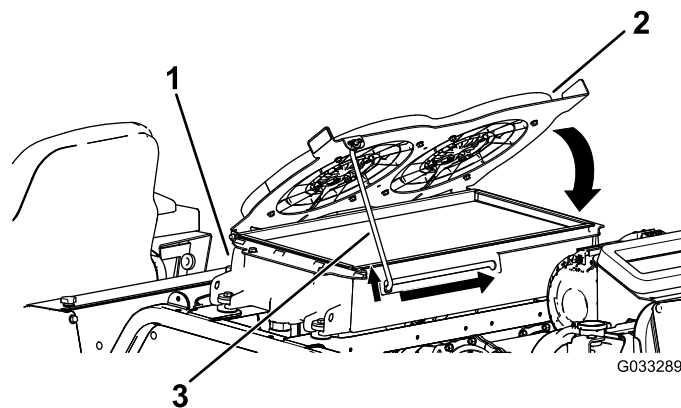

Figura 89
4. Ruotare le ventole di raffreddamento idraulico verso il basso e bloccare l'asta di sostegno nella tacca (Figura 89).